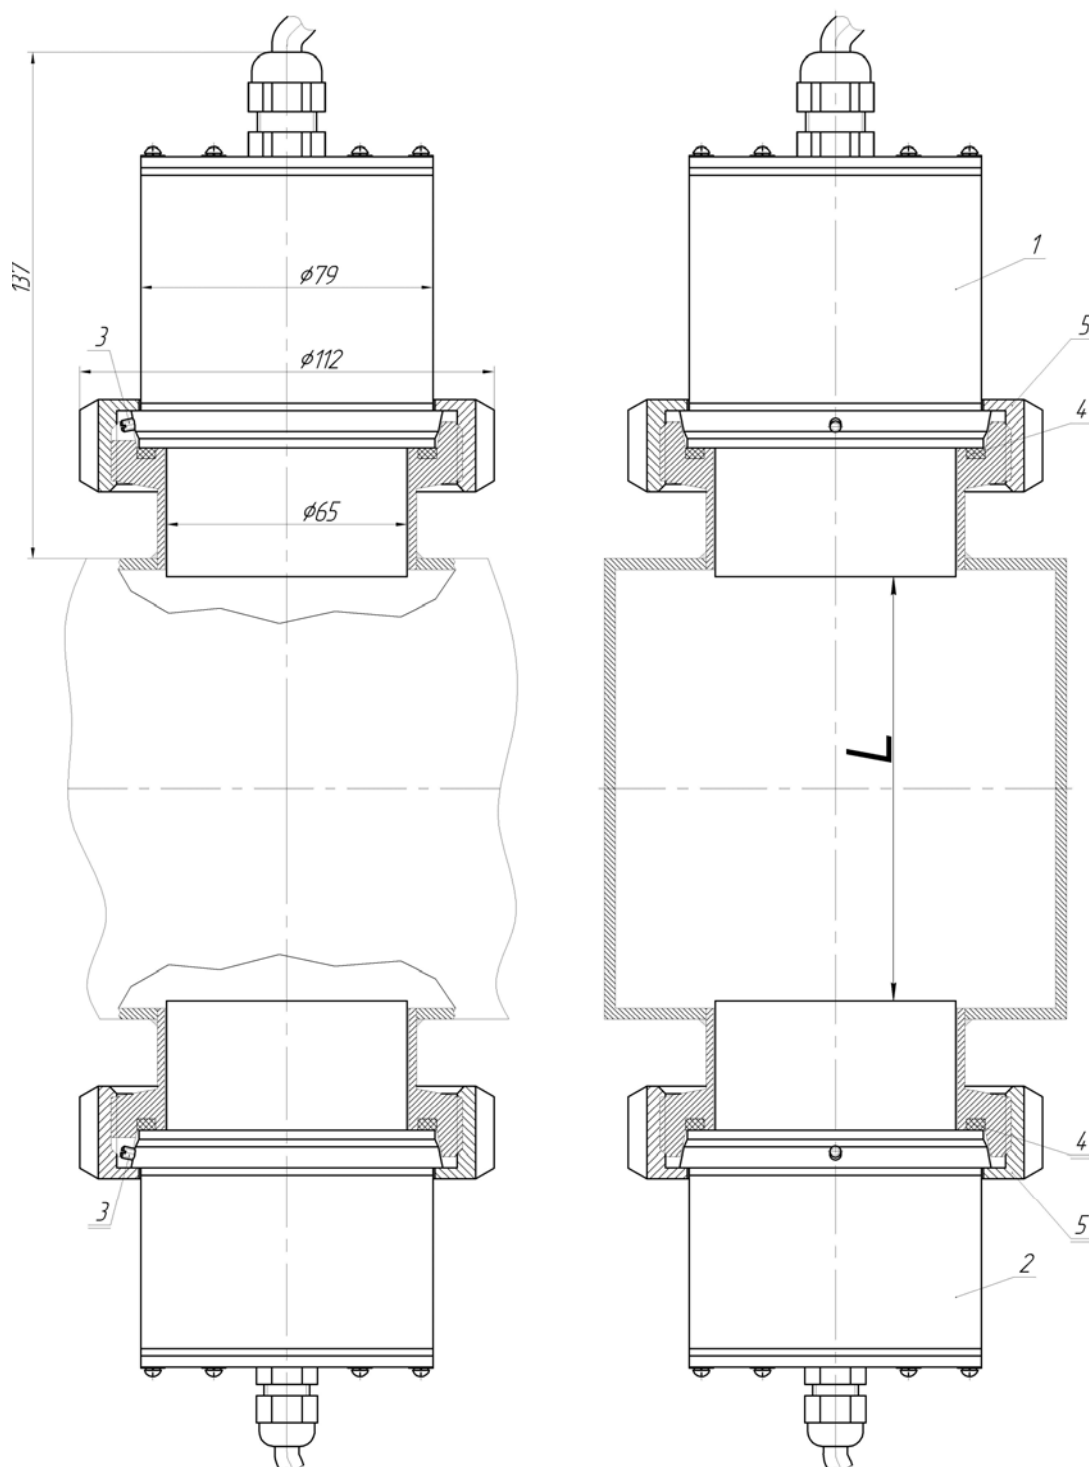

Рис. 4.2. Установка блока генератора и блока детектора. $L = 80 \pm 20$ мм.
3.2.1. Пример установки блока сенсоров на экструдере на выходе маслоделательной машины показан на Рис. 4.2. Место, в котором монтируется блок сенсоров, должно удовлетворять следующим требованиям:
- расстояние между блоком генератора и блоком детектора (размер L на Рис. 4.2) должно быть 80 ± 20 мм;
Установка блока генератора и блока детектора осуществляется в соответствии с Рис. 4.2 в следующей последовательности:
- Отверните гайки, крепящие блок генератора и блок детектора в штуцерах резьбовых, и извлеките блоки генератора и детектора из патрубков (см. Рис. 4.2).